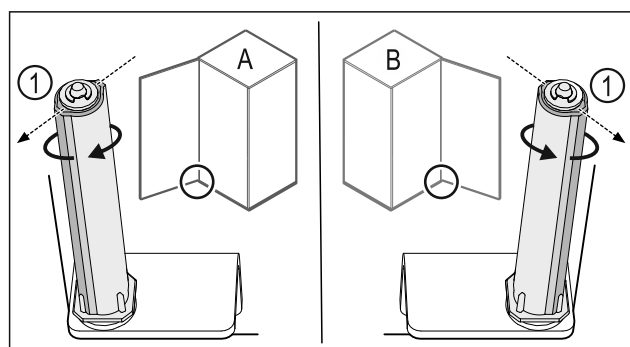

Fig. 50 Μεντεσέδες αριστερά (A) / Μεντεσέδες δεξιά (B)
- ▶ Περιστρέψτε το σύστημα κλεισίματος κόντρα στην αντίσταση, μέχρι ο κορμός του συστήματος κλεισίματος Fig. 50 (1) να είναι στραμμένος προς τα έξω.